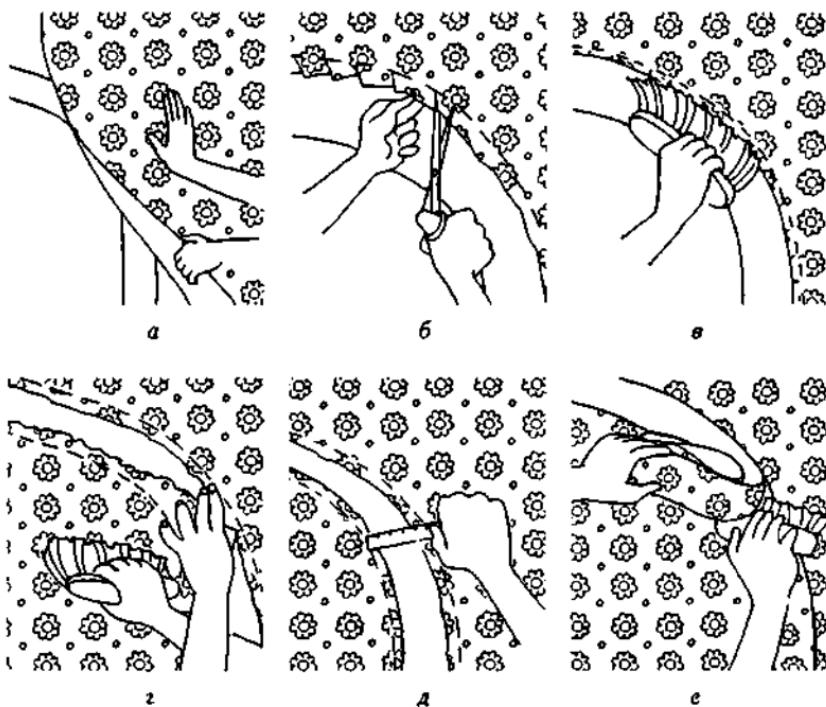

Рис. 28. Оклейка обоями арок, откосов и закруглений
**Арки.** При оклейке обоями арки или ниши полосу полотнища обоев приклейте так, чтобы оно частично закрывало стену и образовывало свисающую часть (рис. 28 а).
Чтобы подвернуть край на кромке, через каждые 25 мм ножницами сделайте надрезы (рис. 28 б).
Свесы подверните и обойной щеткой пригладьте к откосу арки (рис. 28 в).
Выкройку полосы обоев для внутренней стороны подгоните и приклейте в наружный край. Свесы обоев обрежьте до ширины 25 мм (рис. 28 г).
Подвернув край, измерьте глубину ниши (рис. 28 д).
Из обоев выкроите полоску, ширина которой равна глубине ниши, и приклейте изнутри к откосу арки (рис. 28 е).